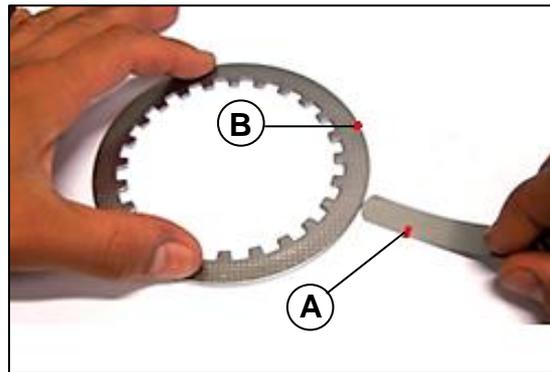

Fig. 10
Haga este proceso posicionando el disco separador en una superficie plana como un mármol de plenitud o en su defecto utilice un vidrio, con una galga (A) mida el espacio que quede entre el disco (B) y la superficie plana. **Fig. 10**